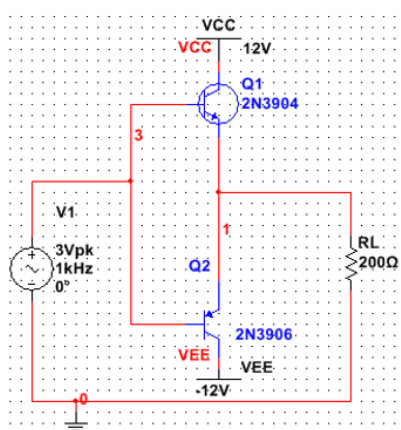
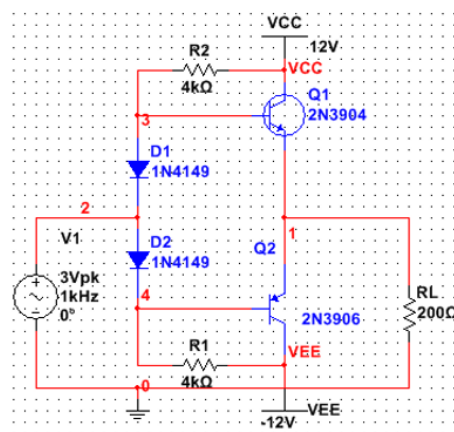

图1
图2
电路如图 1 和图 2， $f=1\text{kHz}$ ，三极管选用 2N3904 和 2N3906，直流电源为正负 12V， $R_L=200\Omega$ 。
- 令  $v_1=3\text{V}$ （峰值），用示波器测试图 1 和图 2 输出电压波形，观察波形是否产生了失真。
电路如图 2。